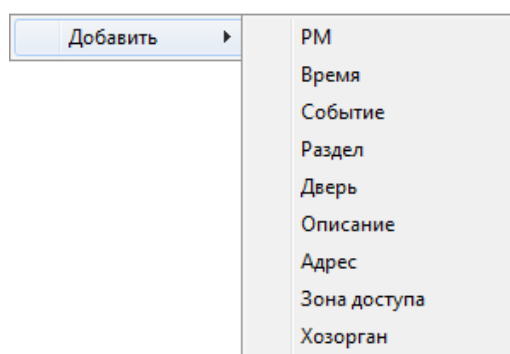
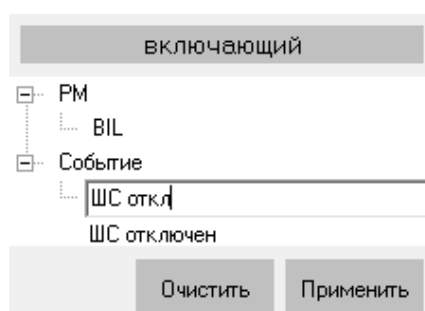

Рисунок 8-61 Добавление элементов фильтра через контекстное меню панели дополнительного фильтра
Рисунок 8-62 Ввод значения для элеемнта фильтра
- Либо нажать на области фильтра правой клавишей мыши и выбрать в контекстном меню тип добавляемого элемента фильтра (см. Рисунок 8-61), а затем ввести текст элемента вручную (см. Рисунок 8-62).